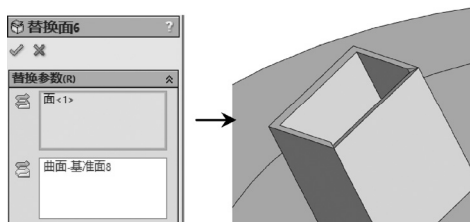

图 4-147 执行替换面操作
STEP 3 单击“曲面”工具栏中的“替换面”按钮, 选择“进料口”上表面左侧面为“替换的目标面”，选择**STEP 2**创建的面为“替换曲面”，执行替换面操作，如图 4-147 所示。